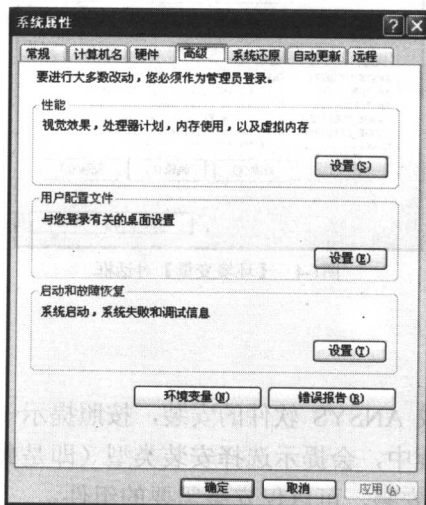

图1-1 【系统属性】对话框
1. 在桌面上右键单击【我的电脑】图标，在弹出的右键快捷菜单中选取【属性】选项，系统弹出如图 1-1 所示【系统属性】对话框，选取其中的【高级】选项卡。